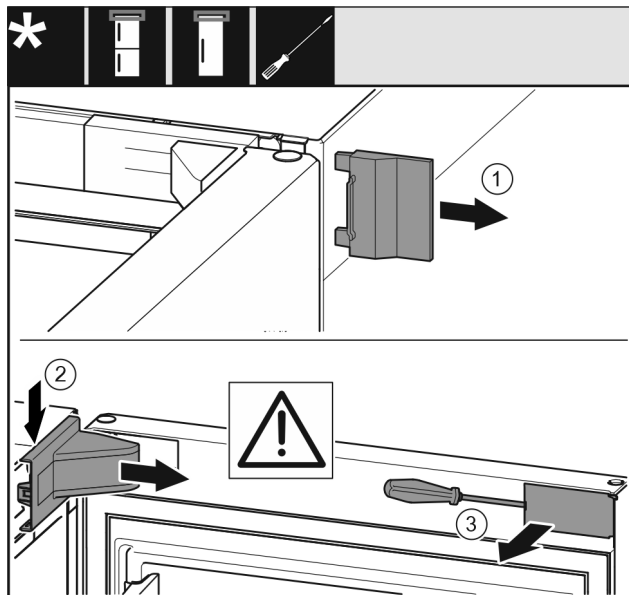

Fig. 12 \*
- ▶ Sejměte vnější kryt Fig. 12 (1)\*.
- ▶ Kryt stojanu ložiska Fig. 12 (2) uvolněte ze západek a vyjměte.\*
- ▶ Plochým šroubovákem vyjměte záslepku Fig. 12 (3) a otočte ji ke straně.\*